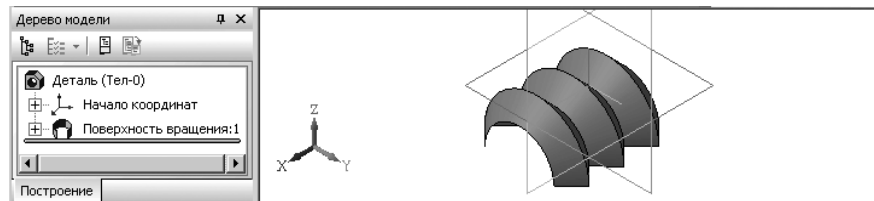

Рис. 7.115. Пример поверхности вращения
- щелкните на панели инструментов **Вид** по кнопке **Полутоновое**. Появится искомая поверхность вращения в полутоновом виде (рис. 7.115).